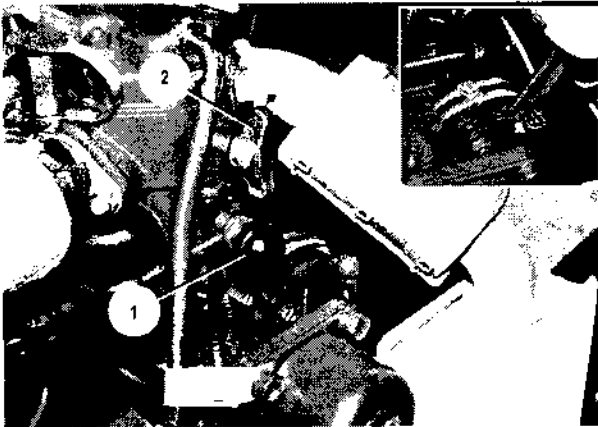

Bild 67
7. Drehzahlhebel auf „Start“ (gezeigte Stellung - Bild 67/1) stellen.
8. Dekompressionshebel (Bild 67/2) so verdrehen, dass das lange Hebelstück oben steht.